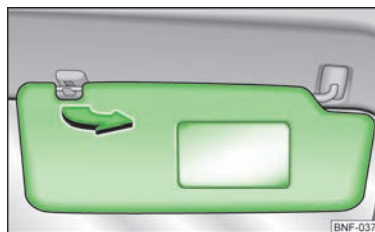

Abb. 28
- Die Sonnenblende aus der Halterung ziehen und zur Tür in Pfeilrichtung schwenken » Abb. 28.